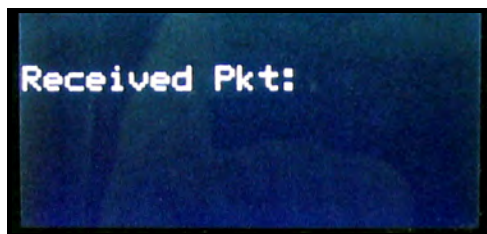

Figura 223: Pantalla del Sentinel LCT
3. En el menú **FACTORY** del **Sentinel LCT**, desplácese hasta la opción Upgrade (Actualizar) y pulse dos veces **[ENT]**. La pantalla del **Sentinel LCT** debe ser similar a la de la Figura 223 después de transcurrir aproximadamente un minuto. Alternativamente, encienda el **Sentinel LCT** e introduzca ESC-R desde el teclado del PC. La pantalla del **Sentinel LCT** debe ser similar a la de la Figura 223.